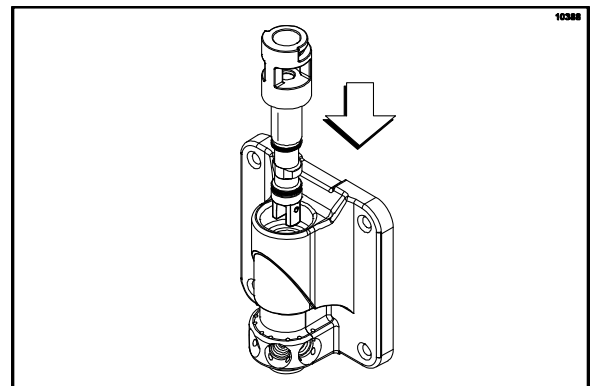

Abbildung 120
10. Die Zapfventil-Kreiseleinheit wie abgebildet in den Shake-Frontverschluss einsetzen und dort ausrichten. (Siehe Abbildung 120.)